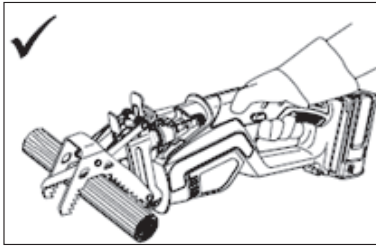
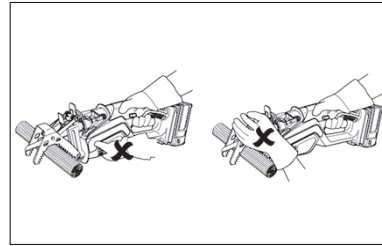

Fig. 14
Fig. 15
1. Tenez l'appareil d'une seule main (Fig. 14). N'essayez pas de tenir l'appareil avec les deux mains (Fig. 15).